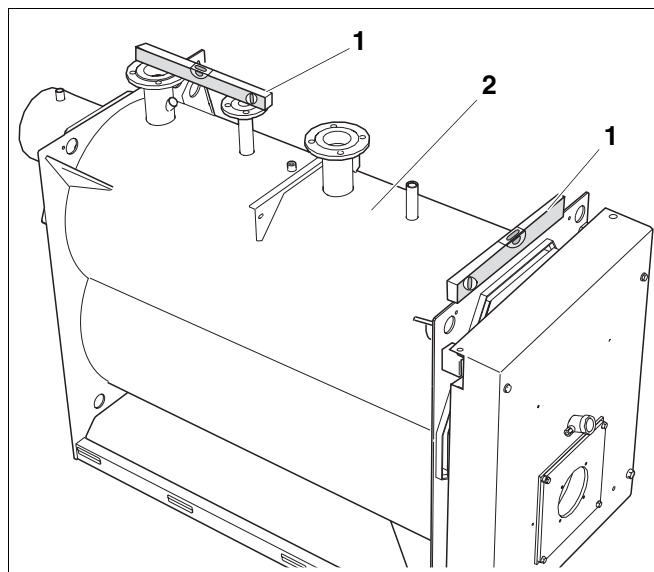

Рис. 7 Выравнивание отопительного котла
Котел (рис. 7, поз. 2) нужно выровнять по горизонтали и вертикали так, чтобы в нем не скапливался воздух.
- Выровнять отопительный котел (рис. 7, поз. 2), как показано на рис. 7 по горизонтали и вертикали, используя уровень (рис. 7, поз. 1).